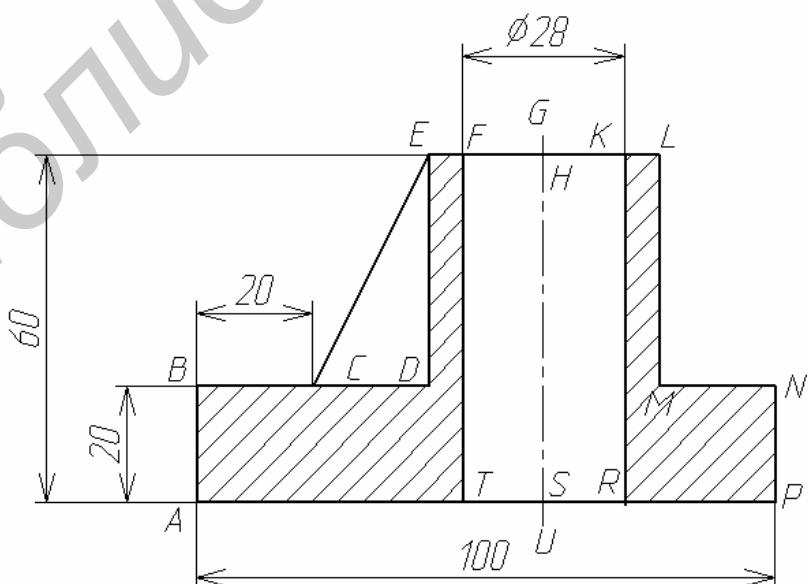

Рис. 13. Главное изображение
Сформируем главное изображение (рис. 13), составленное из отрезков.
**Построение горизонтальных и вертикальных отрезков.** Построим на слое **0** линии видимого контура главного изображения (см. рис. 13) без отрезка **СЕ**.
3. На первый запрос в командной строке **Первая точка**: переместим курсор приблизительно в т. А (найдите ее на рис. 13) и щелкнем левой кнопкой мыши для ее фиксации.
Для построения границ отверстия диаметром 28 мм (см. рис. 13):